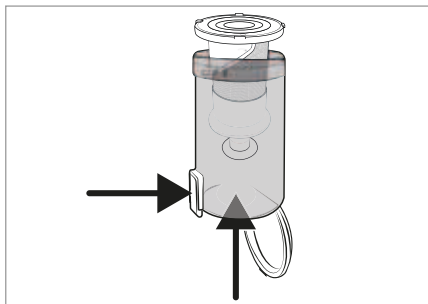

Fig. 20
- 3) Retire o filtro de aço inoxidável 6 do reservatório de pó 7, pressionando o botão de desbloqueio da tampa do reservatório de pó 8. Retire o filtro de aço inoxidável 6 para fora do reservatório de pó 7 (ver fig. 20).